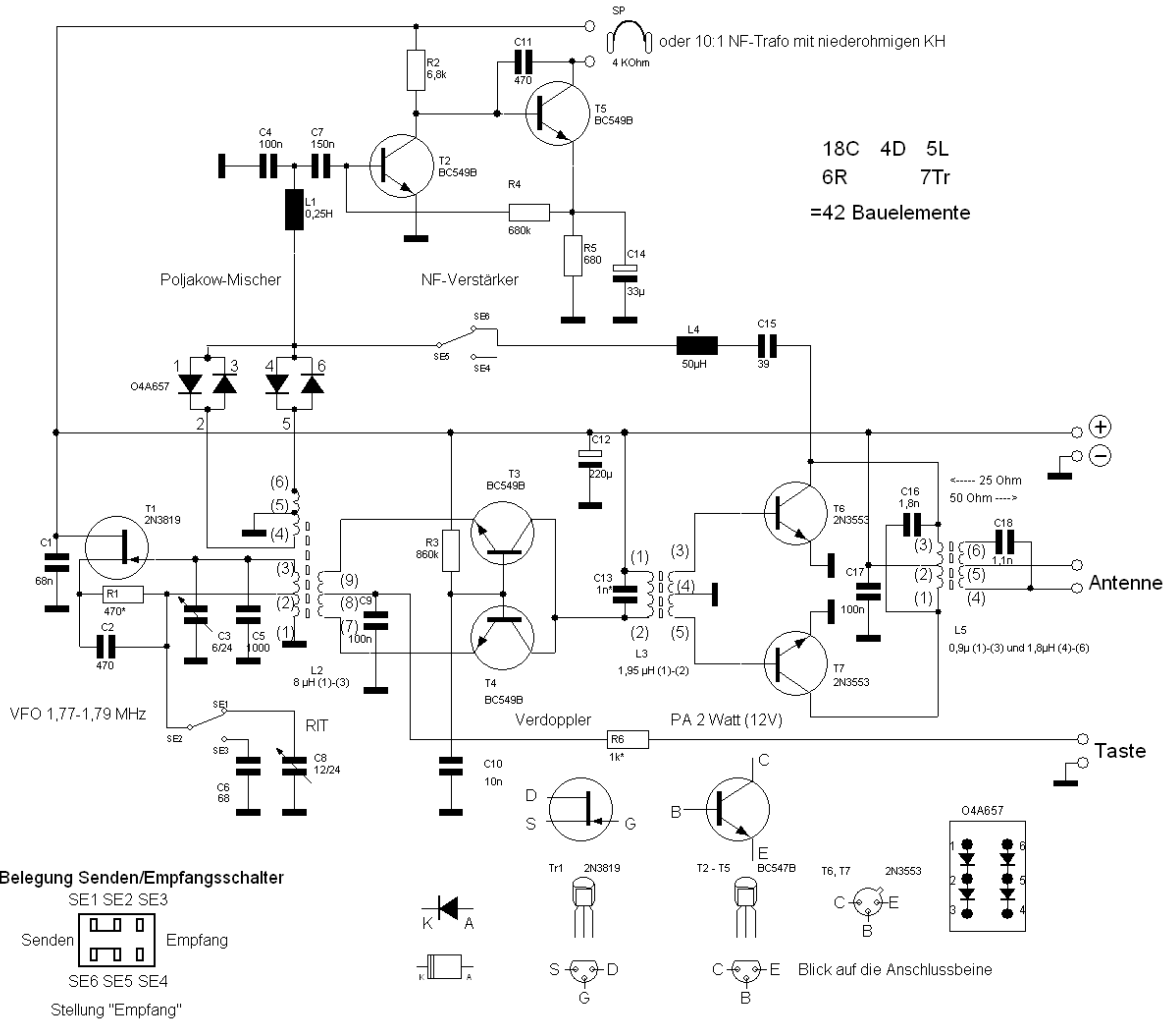

Bild 1: Schaltung MAS-TRX 2010
Die Zahl der Bauelemente gering zu halten und trotzdem einen Empfänger mit ausreichender Empfindlichkeit, ohne abstimmbaren Brumm, Mikrofonie und AM-Durchschlag zu erhalten erwies sich als ebenso schwierig wie die Konstruktion des Senders, der frequenzstabil über einige kHz abstimmbar sein und ein oberwellenarmes Signal abgeben sollte. Das Ergebnis der über mehrere Jahre immer wieder einmal durchgeführten Überlegungen [1], [2], zeigt die Schaltung (Bild 1). Diese Schaltung ist auf Grund der zahlreich einzugehenden Kompromisse kein Anfängerobjekt, sondern ein Experimentalgerät, welches vom Erbauer einiges an Geduld und Messtechnik abverlangt. Letztendlich bestimmt auch der Inhalt der Bastelkiste, wie dieses Konzept umgesetzt wird, denn einige Bauelemente gibt es nicht mehr zu kaufen.
Bei Verwendung eines anderen Drehkondensators C3, es eignen sich nur solche aus UKW-Radios, können die Werte für die Induktivität L2 und Parallelkapazität C5 des Schwingkreises in Abhängigkeit vom Abstimmbereich des Oszillators und den Drehkondensatordaten (Bild1) bequem berechnet werden [1]. Durch die Verwendung eines FET T1 werden nur sehr wenige Bauelemente benötigt und es wird eine ausreichende Frequenzstabilität erreicht. Die Spule L2 besteht aus der Schwingkreisspule mit den Anschlüssen (1) (2) (3) und zwei auf den selben Kern aufgebrachte Auskoppelwicklungen, eine für den Empfängermischer (4) (5) (6) und eine weitere für den Verdoppler..